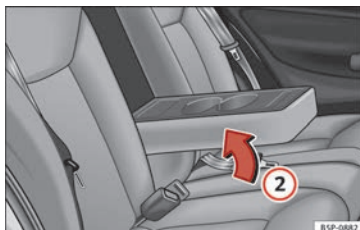

Abb. 90 Getränkehalter in der Armauflage.
– Zum Schließen den Getränkehalter*/Armauflage* in Pfeilrichtung anheben » Abb. 90 ②.